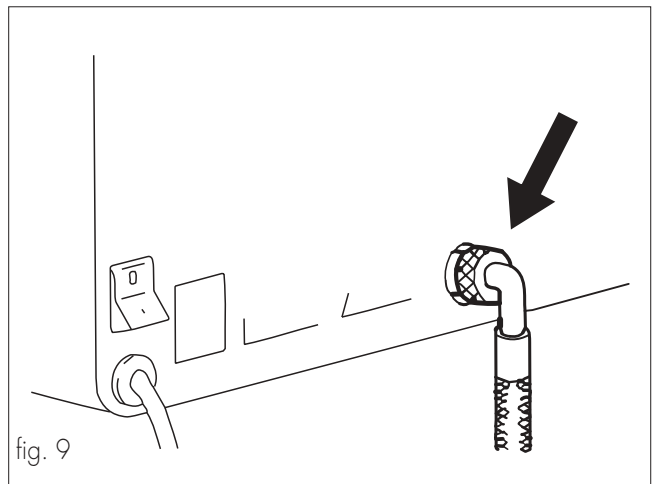

fig. 9
- Conectar el distribuidor a un conducto de distribución de agua potable cuya presión se halle comprendida entre 1,5 y 8 bar. Para ello utilizar un tubo de carga con características adecuadas y conectarlo al manguito de G3/4" situado en el panel trasero del distribuidor (fig. 9).